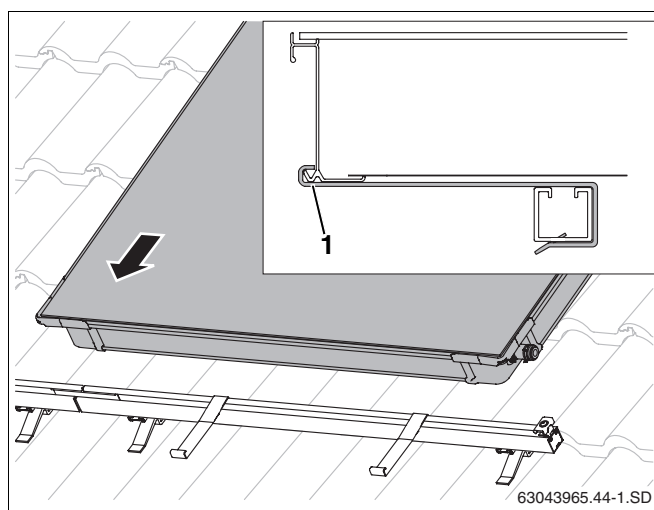

Рис. 43 Установка первого коллектора на профильные рейки
- Уложить первый коллектор на профильные рейки. Коллектор должен встать в крепления от сползания (рис. 43).
Нижний край коллектора должен войти в крепление от сползания (рис. 43, поз. 1).